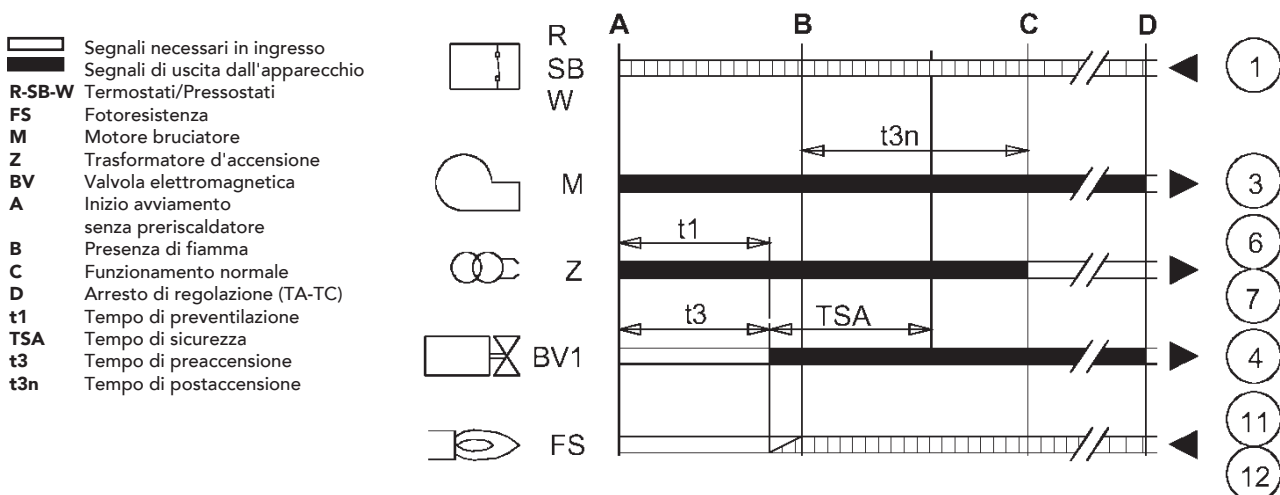

fig. 9
- Inizia il funzionamento secondo il diagramma di fig. 9: